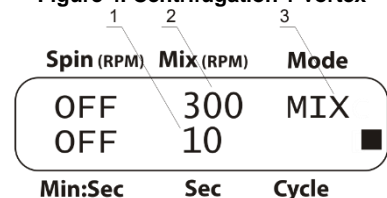

Figure 6. Vortex
5.12.1. Sélectionnez l'utilisation du vortex (indication **MIX** du paramètre **Mode**, fig. 6/3).
5.12.2. Réglez la vitesse de vortex souhaitée, de 300 à 1 200 tr/min (incrément de 100 tr/min, fig. 6/2).
5.12.3. Réglez le temps d'utilisation du vortex souhaité, de 1 à 60 s (incrément 1 s, fig. 6/1).